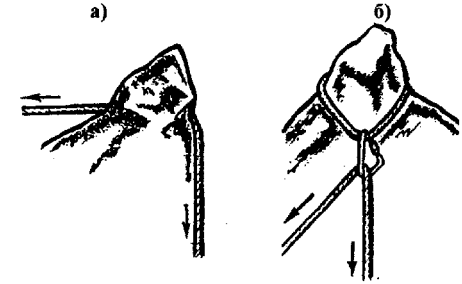

Рис. 96.
- через скальный выступ (рис. 96 а), с петлей и карабином (96 б);